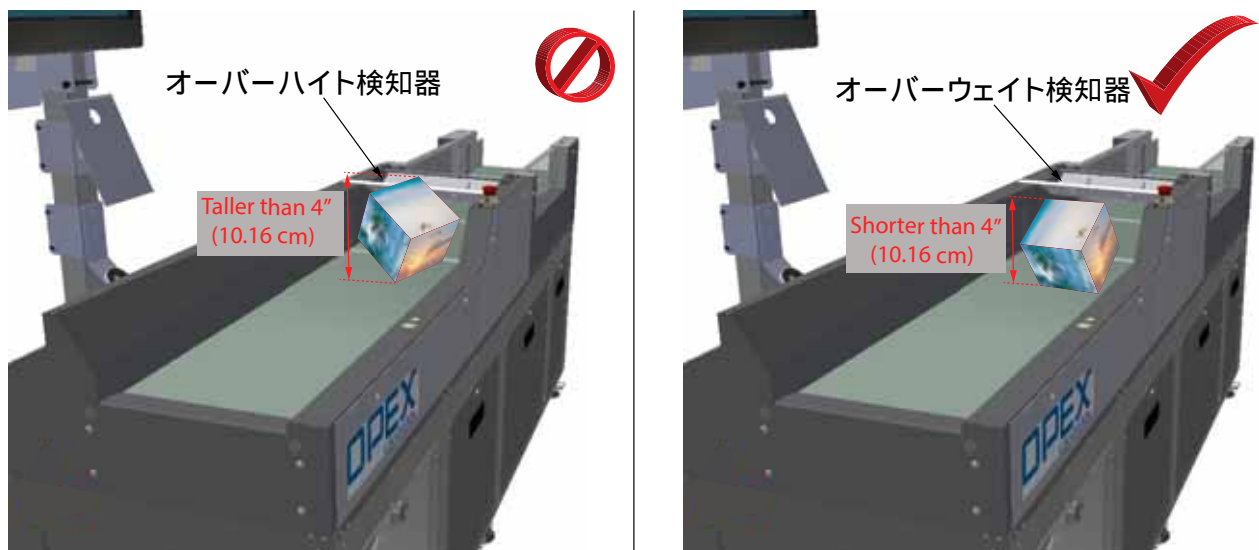
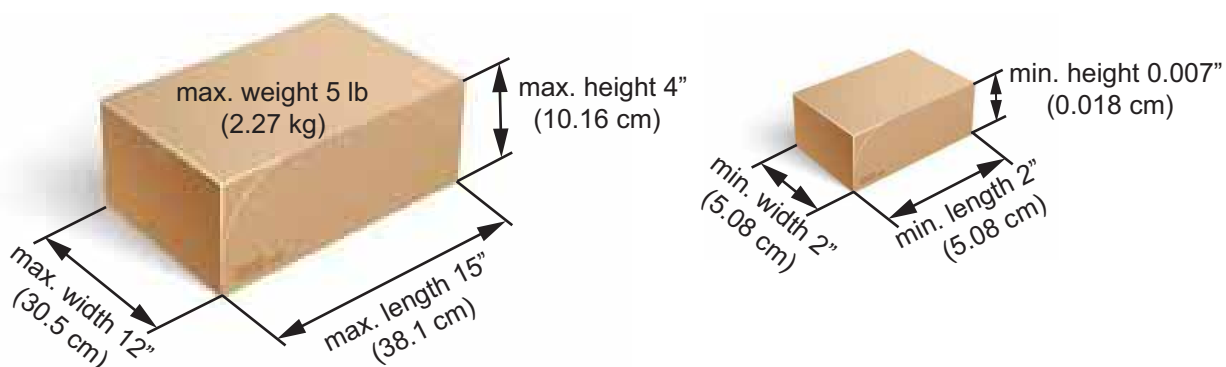

図 4-24: 高さがありすぎるものは転がして低い方を上にする
図 4-29: 搬送物品サイズの制限
138 ページの図 4-29 で定義されているように、搬送物品が指定の制限を超えていない場合限り、搬送物品を転がし高さを4インチよりもほんの少しだけ低くして運転を再開することができます（図 4-24 参照）。
1. 指定されたサイズ制限を超えていないことを確認してください（図 4-29 参照）。
注意： 138 ページの図 4-29 で定義されているように、搬送物品に指定されたサイズ制限を超えていないことを確認します。